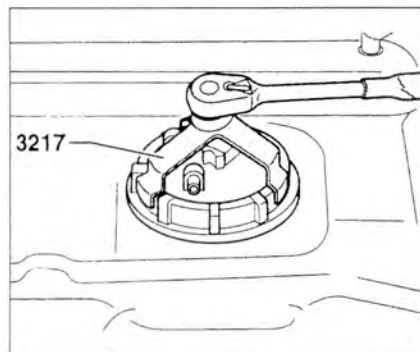

Рис. 2.60. Ключом 3217 открутите накидную гайку.
2. Ключом 3217 открутите накидную гайку (рис. 2.60).